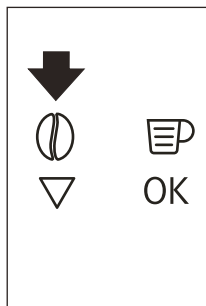

Fig. 15
- Después de utilizar la máquina con café premolido, para volver a hacer café con granos, desactive la función de café premolido pulsando la tecla táctil ⓪ (B4) (Fig. 15).